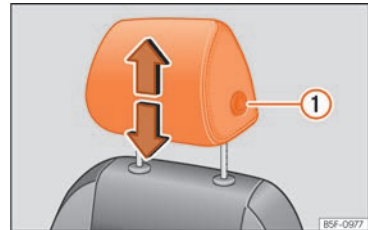
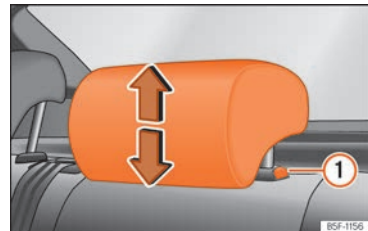

Abb. 119 Vordersitz: Kopfstützeinstellung.
Abb. 120 Kopfstützen hinten: Kopfstützeinstellung.
Weise vor und drücken Sie gleichzeitig die seitliche Taste ① » Abb. 119 » Abb. 120.
- Seitliche Taste drücken » Abb. 119 ① und Kopfstütze herausziehen.